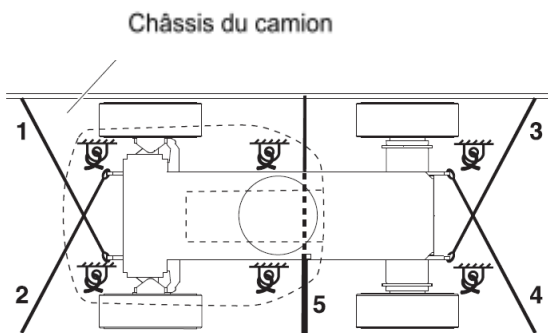

Figure 10-3 Schéma de fixation du châssis
- 5) Assurez-vous que les chaînes ou les courroies ont une résistance à la charge suffisante et utilisez au moins 5 chaînes. Ajustez le système de fixation pour éviter d'endommager les chaînes, comme le montre la figure 10-3.